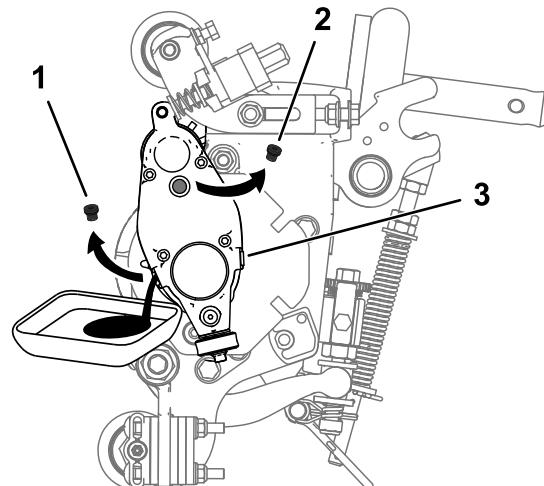

図 26
- オイルが完全に抜けるように排出口が一番下になるようにカッティングユニットを後ろに傾けてキックスタンドで支える図26。